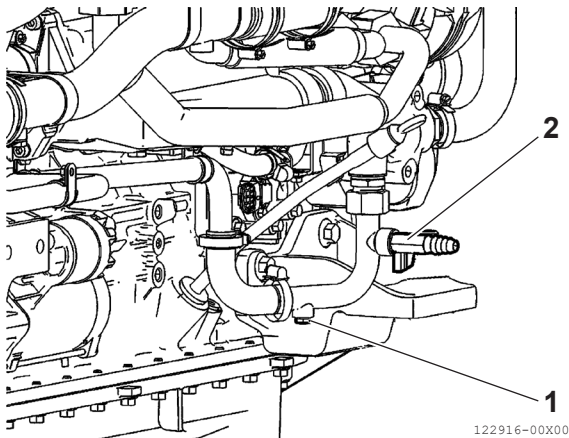

Figura 10
3. Svitare il tappo (**Figura 10, (1)**) o scollegare il tubo del riscaldatore della cabina (**Figura 10, (2)**).